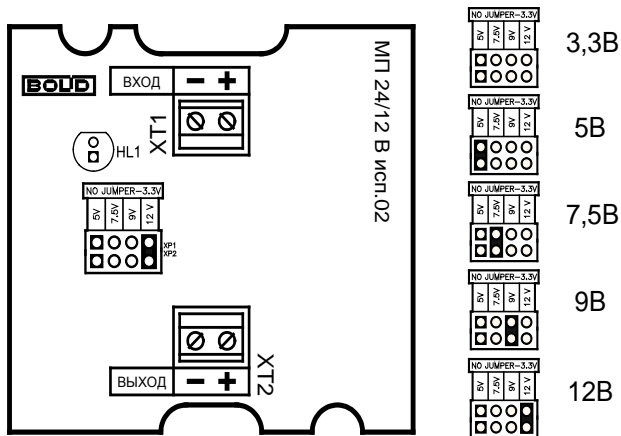

Рисунок 2
ХТ1 имеет маркировку «ВХОД», ХТ2 – маркировку «ВЫХОД» (см. Рис. 2).
2.2.5 Установить с помощью переключки требуемое выходное напряжение (см. Рис. 2).
2.2.6 Включить внешнее питание источника питания. При этом должен включиться индикатор зелёного цвета НЛ1 на плате МП (см. Рис. 2), который свидетельствует, что выходное напряжение присутствует.